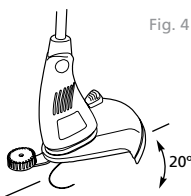
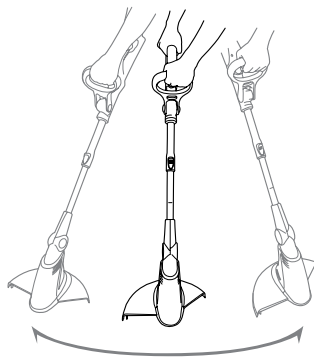

Fig. 4
Fig. 5
3. Cuando opere la desbrozadora sosténgala en un ángulo de aproximadamente 20° del nivel del suelo (Fig. 4) y balancee la desbrozadora de un lado a otro para realizar un corte uniforme (Fig. 5).